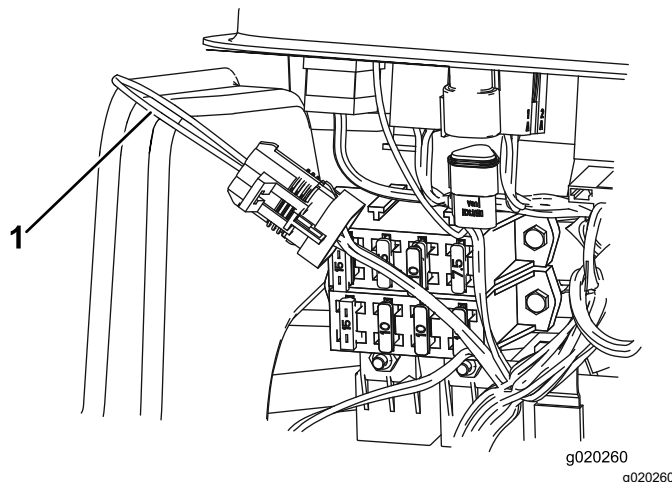

Figura 41
3. Accedete al cablaggio preassemblato e al connettore a circuito chiuso (Figura 41).